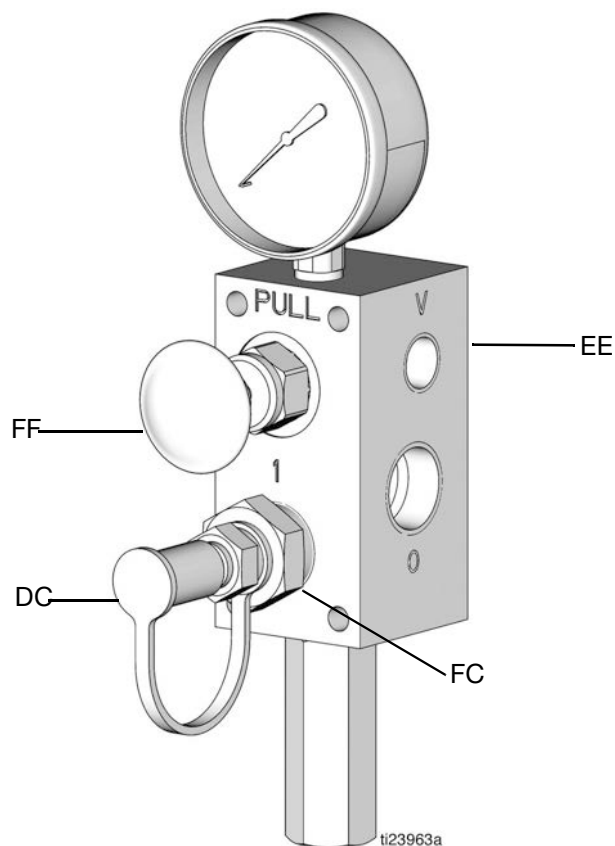

FIG. 19
1. Tirez le bouton de décompression (FF) de la vanne de remplissage et retenez-le suffisamment longtemps pour relâcher la pression de la conduite entre la vanne de remplissage (EE) et la vanne du mécanisme d'arrêt du remplissage automatique (V) (FIG. 19).
- Retirez le couvercle anti-poussière (DC) du manchon de raccordement de remplissage (FC) sur la vanne de remplissage (EE) (FIG. 19).
- le pointeau du manomètre s'élève jusqu'à la pression de consigne (FIG. 19).
- Tirez le bouton de décompression de la vanne de remplissage (FF) et retenez-le suffisamment longtemps pour relâcher la pression de la conduite entre la vanne de remplissage (EE) et la vanne du mécanisme d'arrêt du remplissage automatique (V) et entre la pompe de la station de remplissage distante (AA) et la vanne de remplissage (EE) (FIG. 19).
- Déconnectez le flexible d'alimentation (JJ) du manchon de raccordement de remplissage (FC) (FIG. 19).
- Remettez en place le couvercle anti-poussière (DC) sur le manchon de raccordement de remplissage (FC) (FIG. 19).